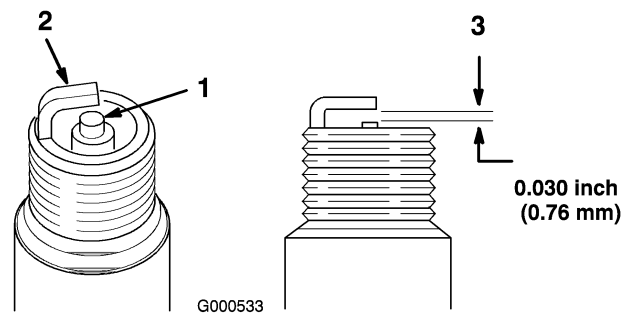

Figura 31
1. Mire la parte central de la(s) bujía(s) (Figura 31). Si se observa un color gris o marrón claro
2. Compruebe la separación entre los electrodos central y lateral (Figura 31). Si la distancia no es correcta, doble el electrodo lateral (Figura 31).